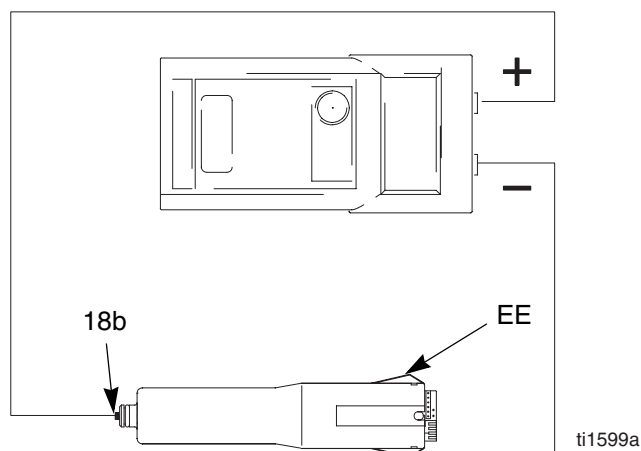

Fig. 6 Test de résistance du bloc d'alimentation électrique
1. Retirer le bloc d'alimentation (18), page 33.
2. Retirer la turbine-alternateur (19) du bloc d'alimentation électrique, page 34.
3. Mesurer la résistance entre les bandes de contact de masse du bloc d'alimentation électrique (EE) et le ressort (18b). Voir FIG. 6.